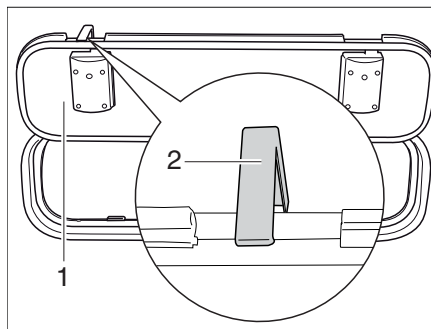

Bild 53 Säkringshake utvändig lucka
- Öppna den utvändiga luckan (Bild 53,1) och vrid säkringshaken (Bild 53,2) på fordonsväggen uppåt.
- Tryck säkringshaken (Bild 53,2) uppåt.